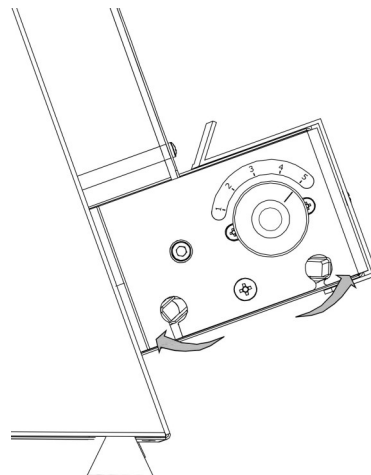

FIG.8 (rimozione raschiatori) / (removing scrapers)
- 2) Ruotare i raschiatori fino a che la lama sia in posizione verticale in modo che abbia la possibilità di scorrere sui fori del sostegno rulli; (**FIG 8**)
- 2) Die Abkratzer drehen, bis die Klinge senkrecht ist, damit sie auf den Löchern der Rollenstütze laufen kann (FIG 8.);